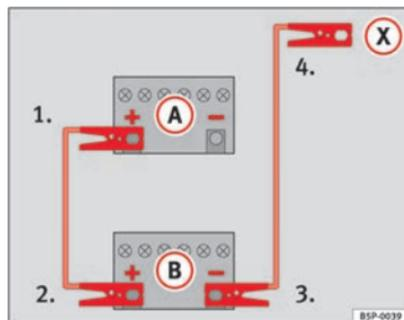
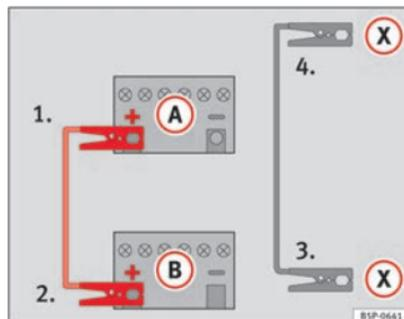

Fig. 161 Schema elettrico per i veicoli non dotati di sistema Start&Stop.
Fig. 162 Schema elettrico per i veicoli dotati di sistema Start&Stop.
- Collegare un'estremità del cavo di emergenza rosso al polo positivo (+) del veicolo con la batteria scarica (A) ⇒ fig. 161.
- Collegare l'altra estremità del cavo di emergenza rosso al polo positivo (+) della batteria che fornisce la corrente (B).
- Collegare un'estremità del cavo di emergenza nero (X) al polo negativo (-) della batteria che fornisce corrente (B) ⇒ fig. 161.
- Collegare l'altra estremità del cavo di emergenza nero (X), al monoblocco del motore del veicolo con la batteria scarica oppure ad un elemento metallico massiccio annesso al monoblocco e comunque il più lontano possibile dalla batteria (A).
- Collegare un'estremità del cavo di emergenza rosso al polo positivo (+) del veicolo con la batteria scarica (A) ⇒ fig. 162.
- Collegare un'estremità del cavo di emergenza nero (X) a un terminale di massa idoneo, a un elemento metallico massiccio avvitato al monoblocco del motore o al monoblocco stesso ⇒ fig. 162.